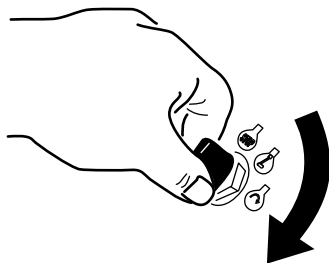

Bild 11
2. Drehen Sie den Zündschlüssel auf die START-Stellung (Bild 11).